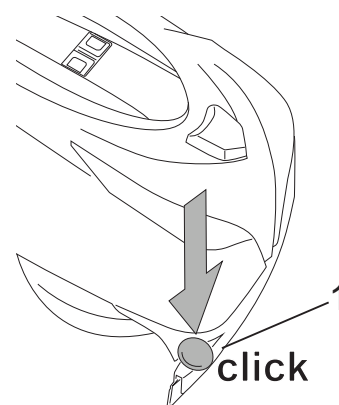

Fig.2B
- Installer støtfangerhjulet (fig. 2B - ref. 1).